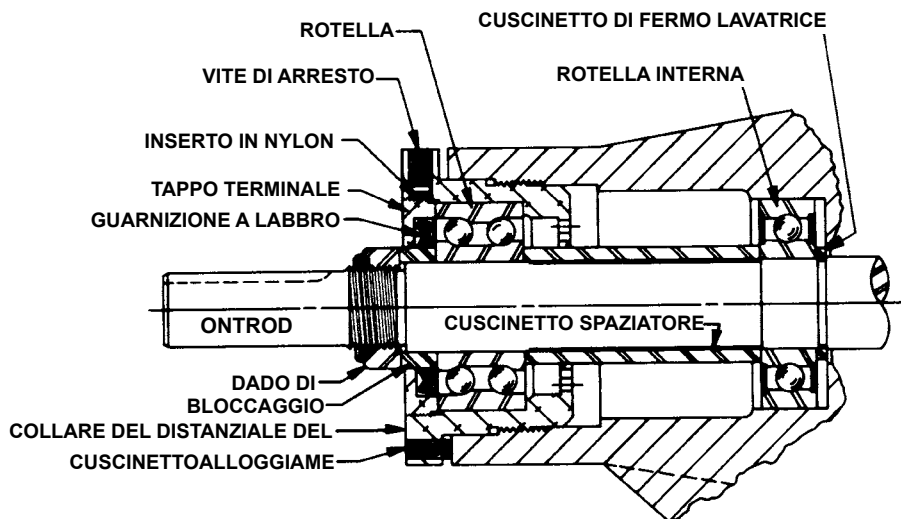

FIGURA 10 - ASSEMBLAGGIO DEL REGGISPINTA SIZE AS, AK E AL
Vedere **Figura 10**, pagina 6.
11. **AS, AK, AL:** Rimuovere l'anello di fermo del cuscinetto. L'anello può essere rimasto insieme al rotore e all'albero o accanto al cuscinetto a sfere. Vedere **Figura 10**.
AS, AK, AL: Allentare le due viti del diametro esterno della flangia. Ruotare in senso antiorario il tappo e la guarnizione e rimuovere. Rimuovere il cuscinetto a sfere. Vedere **Figura 10**.
AS, AK, AL: Installate il distanziale del cuscinetto sull'albero e contro il cuscinetto a sfera singola. Vedere **Figura 10**, pag. 6.
AS, AK, AL: Spingete il cuscinetto nel foro. Installare la guarnizione nel tappo finale dell'alloggiamento del cuscinetto. La guarnizione dovrebbe essere rivolta verso la parte terminale dell'albero. Mettete il collare del distanziale del cuscinetto nella guarnizione, installare nella sede e serrare le viti di sicurezza. Vedere **Figura 10**, pagina 6.